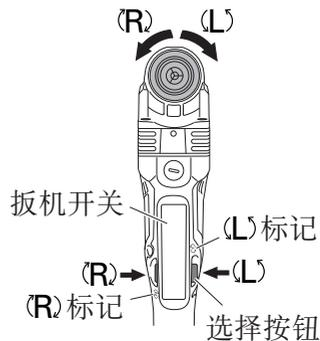

图 6
推动选择按钮的 R 侧，钻头将以顺时针方向旋转（从后侧部的视角来看）。推动选择按钮的 L 侧，钻头将以逆时针方向旋转（参见图 6）。（机体上附有 (L) 和 (R) 标记）